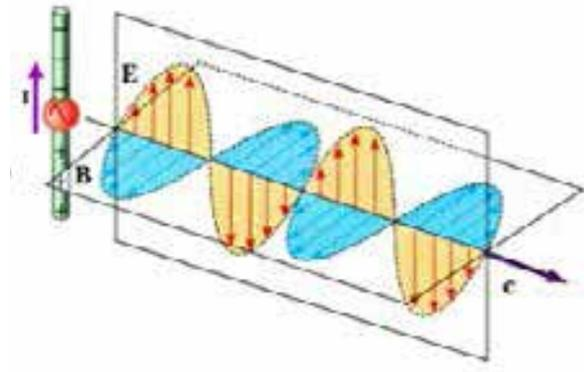

Fig. 2. Ondas electromagnéticas creadas por un dipolo, cuando por él circula una corriente oscilante.
ponentes perpendiculares, uno eléctrico y el otro magnético, tal como se observa en la Fig. 2. Las ondas generadas se propagan (viajan) por el aire e incluso por el vacío a la misma velocidad de la luz 300,000 Km/Seg
- La antena emisora genera las OEM que se emiten al espacio y que viajan a una velocidad de  $3 \cdot 10^8$  m/s (este efecto se muestra en la Fig. 2)